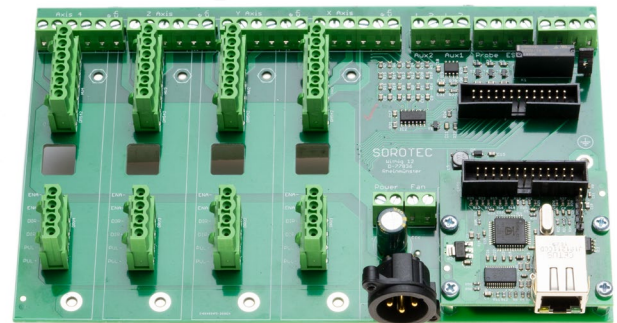

Bild 9: Hauptplatine mit Adaptermodul, hier für Benezan / Beamicon. Davor zum Vergleich ein Modul für Estlcam.
- Schrauben Sie das Adaptermodul mit Zylinderkopfschrauben **15** an seinen Platz. Siehe Bild 9.